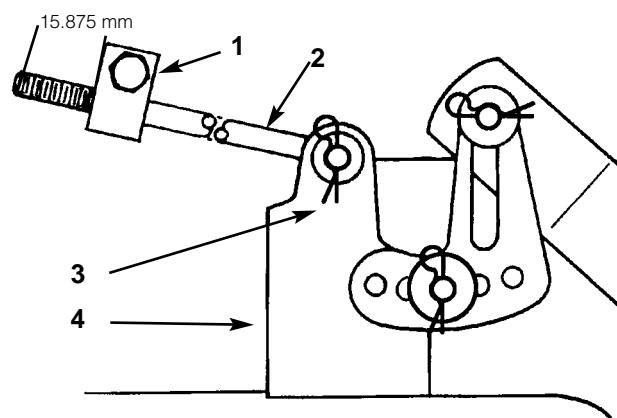

Fig. 51
6. Misurate la lunghezza dell'asta che sporge davanti al blocco di regolazione ai lati del telaio (Fig. 51). Se la lunghezza dell'asta non è di 15,875 mm, togliete la coppia a forcina e la rondella dall'estremità dell'asta (Fig. 51) e girate l'asta fin quando non otterrete la dimensione 15,875. Inserite quindi l'estremità dell'asta nel foro dell'attacco del tosaerba e fissate in posizione con la rondella e la coppia a forcina. Ripetete questa operazione dal lato opposto del tosaerba.